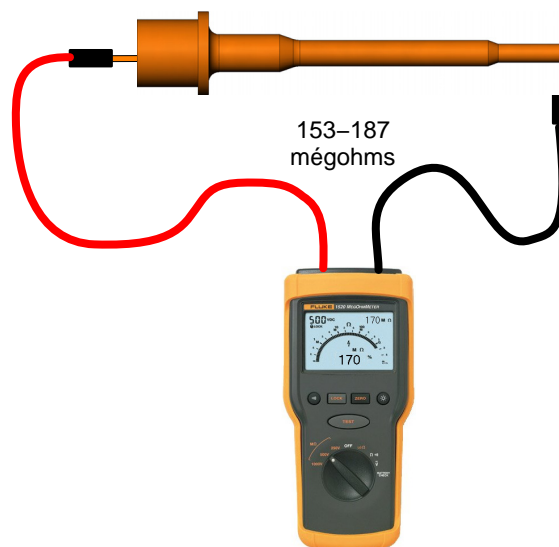

Fig. 14 Test de la valeur de la résistance
2. Voir la figure 14. Relier les sondes du mégohmmètre au ressort de la résistance et au ressort de l'électrode.